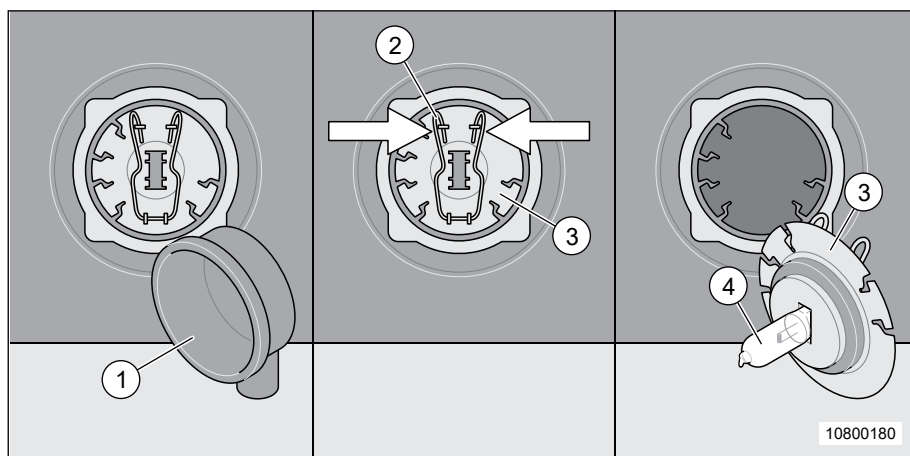

Fig. 163 Remplacer l'ampoule du feu antibrouillard/feu de virage
1. Enlever la protection (Fig. 163, pos. 1).
2. Comprimer les pinces (Fig. 163, pos. 2).
3. Tirer l'ampoule (Fig. 163, pos. 3) hors du culot et la remplacer.
→ En remplaçant l'ampoule, ne pas toucher le verre (Fig. 163, pos. 4) avec les mains.